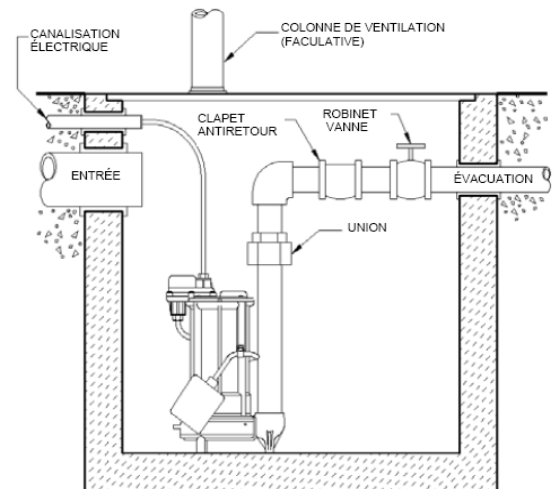

Fig. 2 – Installation type du système à une pompe
- A. **Systèmes simples (une pompe) (voir fig. 2) :** Mettre la pompe en place en assurant suffisamment de dégagement du flotteur par rapport à la paroi latérale du bassin. Le flotteur doit pouvoir **se déplacer librement sur tout son parcours**, sans contact avec le corps de la pompe, la tuyauterie ou tout autre objet. Lorsqu'on utilise un dispositif de commande facultatif ou un flotteur, suivre les directives d'installation qui accompagnent le dispositif facultatif. Raccorder le tuyau d'évacuation à la sortie fileté de la pompe. **IMPORTANT : NE PAS INSTALLER DE TUYAU D'ÉVACUATION D'UNE DIMENSION INFÉRIEURE À LA SORTIE DE LA POMPE.** Communiquer avec Liberty Pumps ou un autre spécialiste pour toute question au sujet des